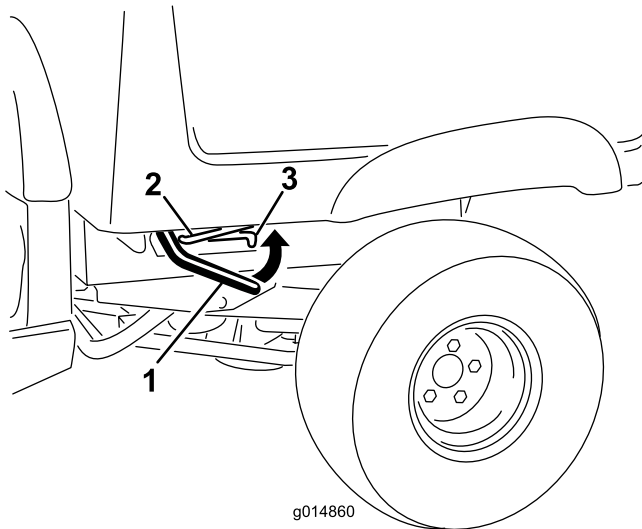

Figura 12
1. Alzate la leva su ciascun lato del pianale e sollevate il pianale stesso (Figura 12).
1. Sollevate il pianale leggermente sollevando la leva di fermo (Figura 12).